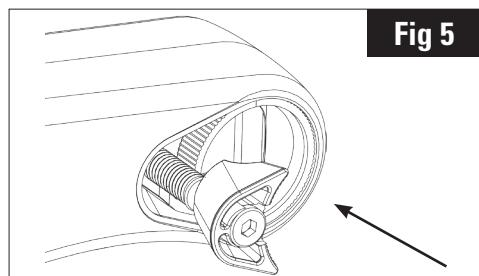

Fig 5
4. Plaats de buffer+schoof (12+14+15) in behuizing in het lichaam van de stuurpen (Fig. 5)